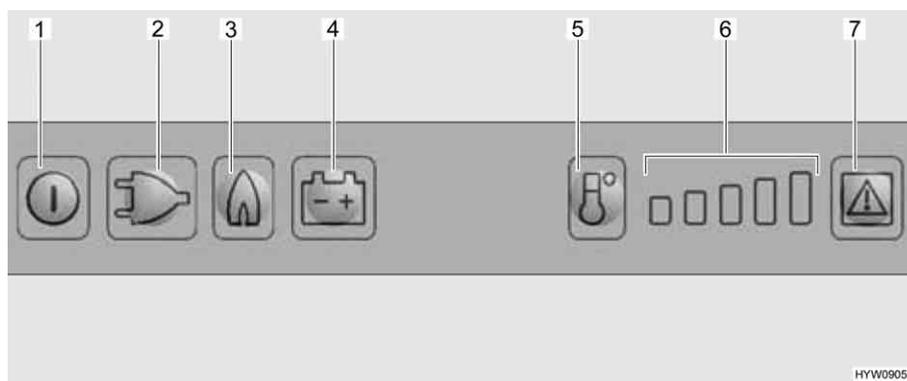

Fig. 194 Elementi di comando del frigorifero
- Premere il tasto On/Off (Fig. 194,1) per circa 2 secondi. Il frigorifero si accende. Si accende il tasto dell'ultima modalità di funzionamento.
- Eventualmente premere il tasto per la modalità di funzionamento "Gas" (Fig. 194,3). Il tasto si accende. L'alimentazione del gas è ora aperta. L'accensione avviene automaticamente. È udibile un ticchettio fino a quando procedura di accensione non è stata portata a termine.
- Regolare la temperatura di raffreddamento con il tasto di selezione dei gradi di temperatura (Fig. 194,5).
- Eventualmente premere il tasto della modalità di funzionamento "230 V" (Fig. 194,2). Il tasto si accende.
- Eventualmente premere il tasto della modalità di funzionamento "12 V" (Fig. 194,4). Il tasto si accende.